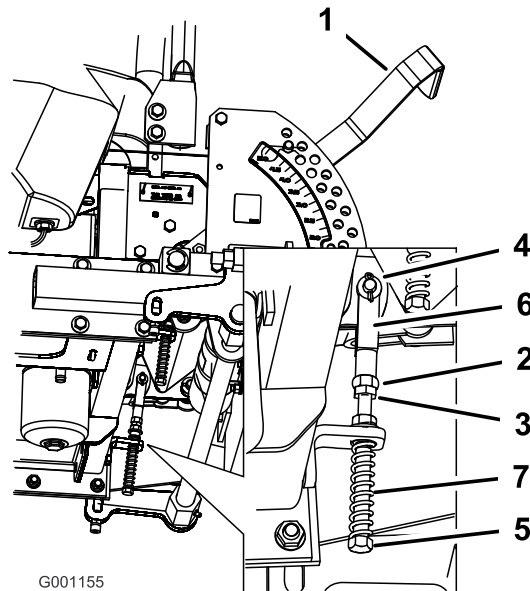

Bild 74
8. Sollte eine Einstellung erforderlich sein, lockern Sie die Mutter und die Klemmmutter gegen das Joch (Bild 74).
in die entsprechende Richtung, bis der Schaltbügel Schalthebel in der ARRETIERTEN NEUTRAL-Stellung zentriert ist (Bild 74).
10. Ziehen Sie die Mutter und die Klemmmutter an (Bild 74).